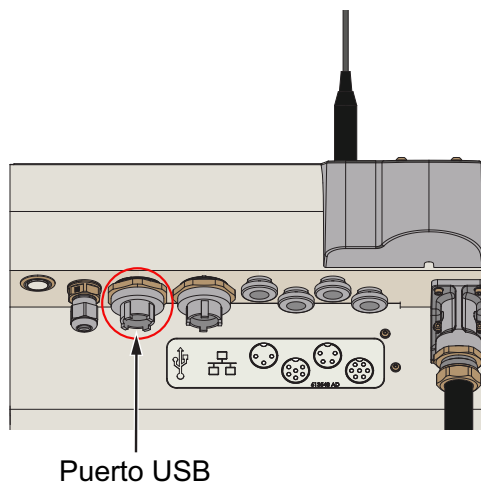

Figura 4-12: Ubicación del USB stick
1. Localice el puerto USB del lado trasero de la impresora (consulte la Figura 4-12) e inserte el USB stick.